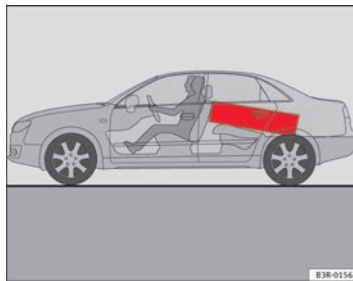

Fig. 115 Los objetos pesados deberían transportarse lo más adelante posible.
- Los objetos pesados deberían transportarse lo más adelante posible ⇒ página 147, fig. 115.